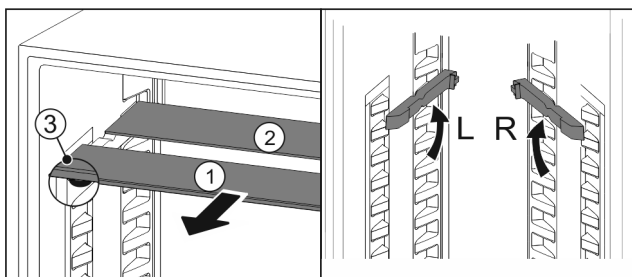

Fig. 192
- ▶ Skleněné desky jednotlivě vytáhněte dopředu Fig. 192 (1).
- ▶ Skleněná deska Fig. 192 (1) s ozdobnou lištou leží vpředu.
- ▶ Zarážky Fig. 192 (3) směřují dolů.